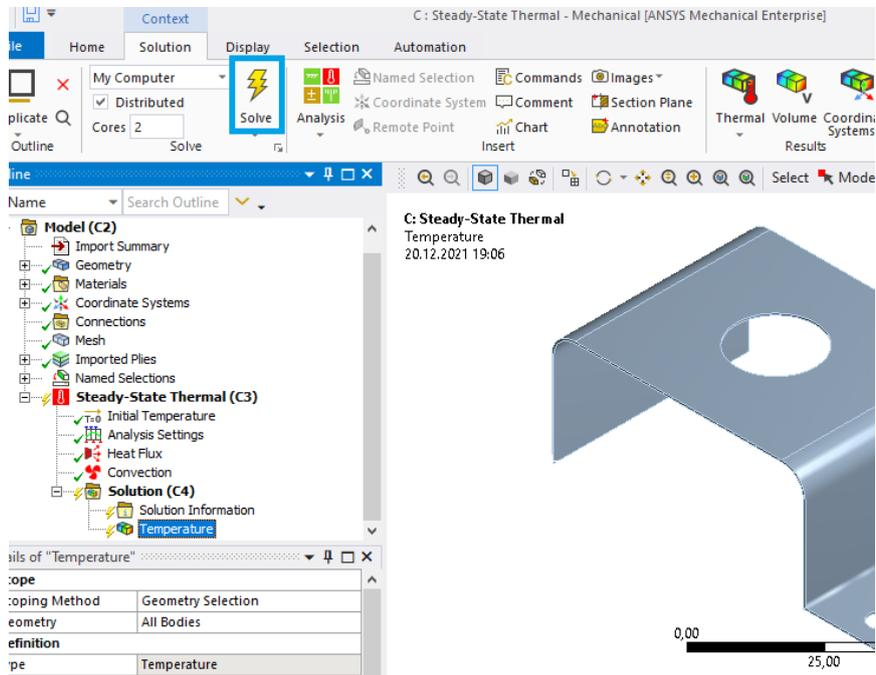

Рис. 30. Запуск расчета
15.4. Запускаем расчет, нажав кнопку *Solve* (1) (рис. 30). Примечание: при запуске расчета может появиться предупреждение о том, что модельная группа имеет слишком длинное имя пути, но на расчет это не повлияет.